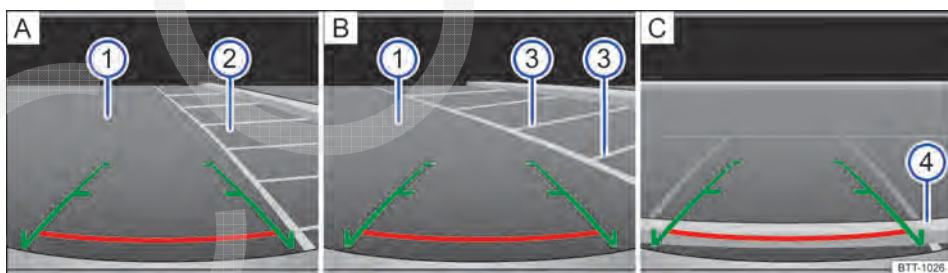

Fig. 119 Exibição do display do rádio ou do sistema de navegação: entrar na vaga de estacionamento com a câmera de marcha a ré (representação esquemática).
Legenda para exibição do display → Fig. 119:
2.	Posicionar o veículo na frente da vaga de estacionamento → Fig. 119 A ②.
4.	Conduzir para trás devagar e manobrar de modo que as guias verdes laterais conduzam entre as linhas de delimitação da vaga de estacionamento selecionada → Fig. 119 A ②. Observar a seguinte mensagem: Controlar a trajetória do veículo! → ⚠ em Introdução ao tema na página 148!
5.	Alinhar o veículo na vaga de estacionamento selecionada de modo que as guias verdes laterais fiquem em cima das linhas de limitação lateral → Fig. 119 B ③.
6.	Parar o veículo o mais tardar ao atingir a guia vermelha horizontal de limitação traseira, por exemplo, meio-fio → Fig. 119 C ④.